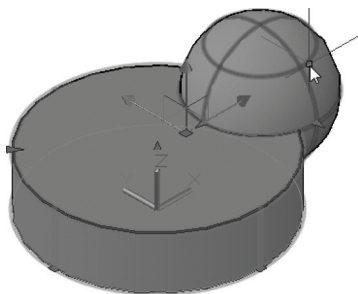
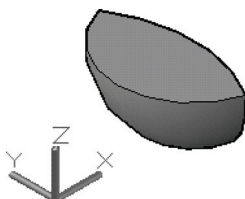

图 9-123 选中要删除的对象
图 9-124 创建的干涉对象
4) 分别单击圆柱体和球体以选中它们，如图 9-123 所示，然后在键盘上按〈Delete〉键将它们删除掉。此时可以观察到只剩下创建的干涉对象了，如图 9-124 所示。